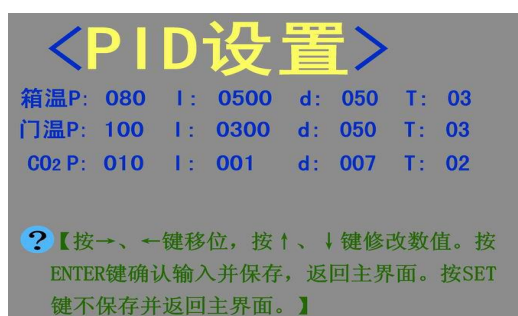

图 9
a) 按 7.1.1 操作步骤输入密码 2222，进入主菜单设置界面，点触 PID 设置，按“确认”键进入 PID 设置界面，如图 9 所示：